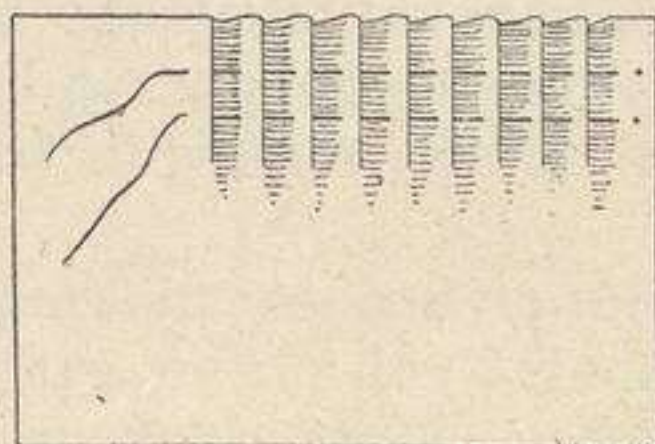

Fig. 18.—Rizados
**Rizados ó fruncidos** (fig. 18).—Se hacen á punto de pasada ó de bastilla. Si se hacen varias filas de fruncidos es necesario que los puntos sean de la misma longitud y paralelos á los de encima.